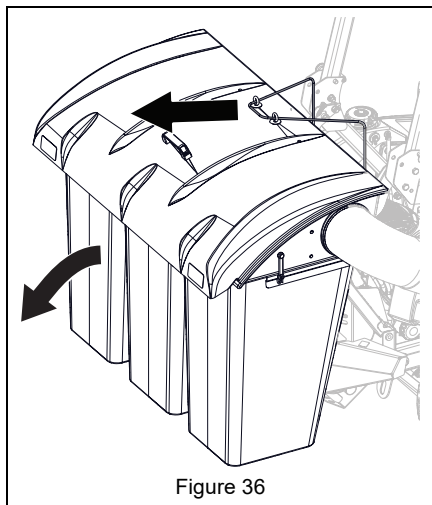

Figure 36
2. Soutenir l'ensacheuse et tirer la corde de l'ensacheuse. Abaisser l'ensacheuse jusqu'au sol et la retirer des supports. Voir Figure 36.